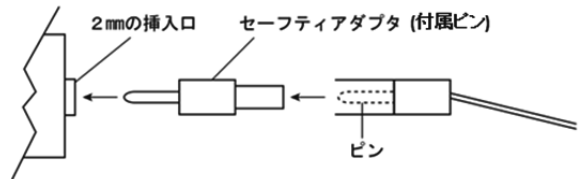

図3
- (1) ケーブルを直接接続できない場合は、セーフティアダプタ(付属ピン、別売)を使用する。セーフティアダプタ(付属ピン)は、事前に標準的な2mm(約0.08インチ)の挿入口に差し込み固定する。(図3)